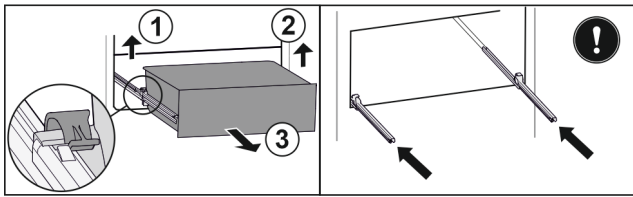

Fig. 33
- ▶ Soulever la bride de serrage gauche et tirer dans le même temps le tiroir sur la gauche vers l'avant Fig. 33 (1).
- ▶ Soulever la bride de serrage droite et tirer dans le même temps le tiroir sur la droite vers l'avant Fig. 33 (2).
- ▶ Retirer le tiroir par l'avant Fig. 33 (3).